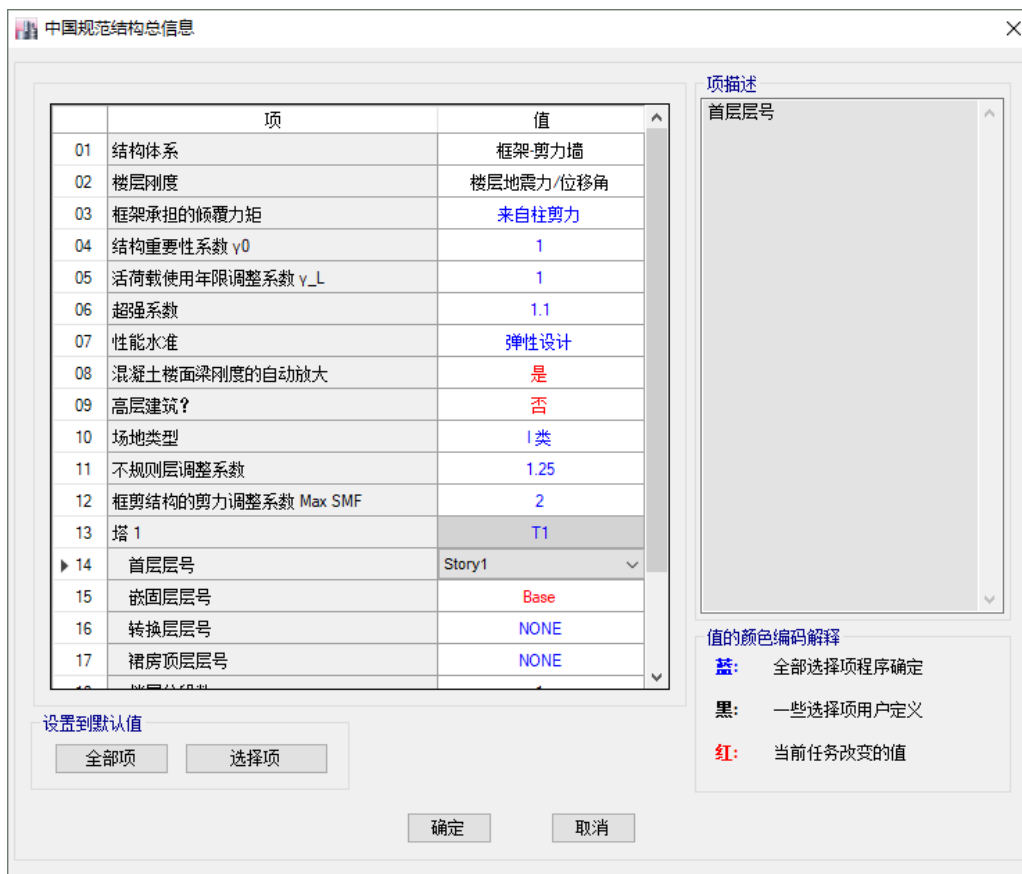

图 6-1 中国规范结构总信息对话框
1. 点击菜单 **设计>结构总信息**，弹出中国规范结构总信息对话框，如图 6-1 所示：